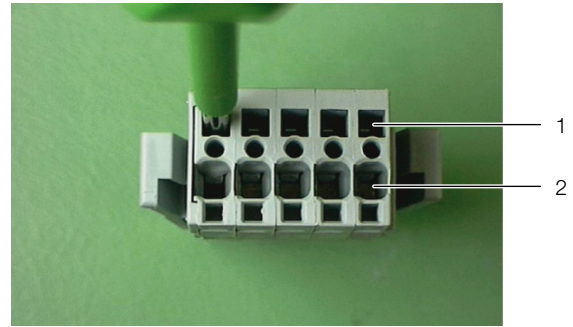

Fig. 72 : fiche de raccordement – face arrière
- Introduire un tournevis approprié (dimensions plat 3,5 x 0,5 mm) dans un des orifices d'actionnement (fig. 72, pos. 1) et ouvrir le dispositif de serrage correspondant de l'entrée du conducteur (fig. 72, pos. 2).